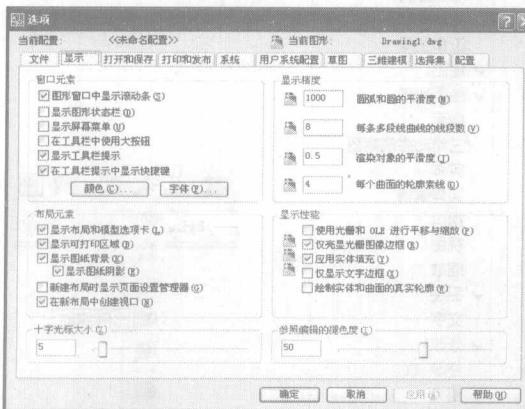

图 1-5 “显示”选项卡
- Step 02 打开“显示”选项卡，如图 1-5 所示。
- Step 01 在图 1-5 所示的“显示”选项卡中拖动“十字光标大小”区的滑块，或在文本框中直接输入数值。